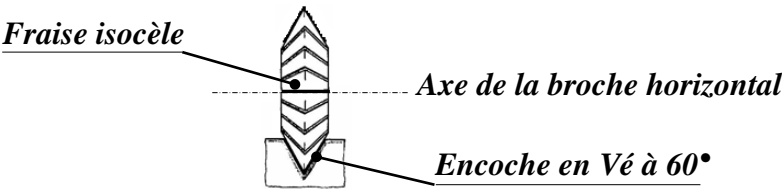

Figure 2 : exemple d'usinage d'une encoche avec une fraise isocèle
On se propose de tailler, sur une fraiseuse universelle, les **treize** encoches en vé à 60° avec une fraise isocèle (*figure 2*).
1.1 Dédurre, à partir de la *figure 2*, s'il s'agit d'un travail de **forme** ou d'**enveloppe** et donner le **nombre de tailles** de la fraise isocèle utilisée : / 3 pts